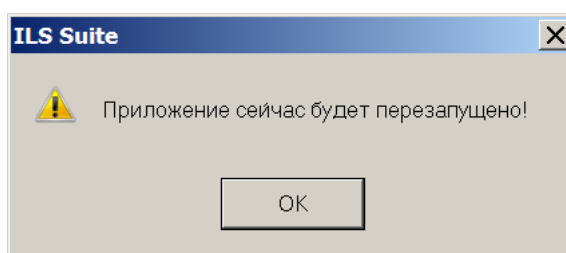

Рис. 14-34 – Информационное окно о перезапуске приложения
- «Нет» для отказа от импорта и перезагрузки ILS Suite. Закрывать окно импорта (в окне импорта кнопка «Выход» меняется на «Остановить импорт»). В новом информационном окне о перезапуске приложения нажать «ОК» (рис. 14-34). После перезапуска ILS Suite вновь подключиться к БД и выполнить необходимые действия для импорта данных.